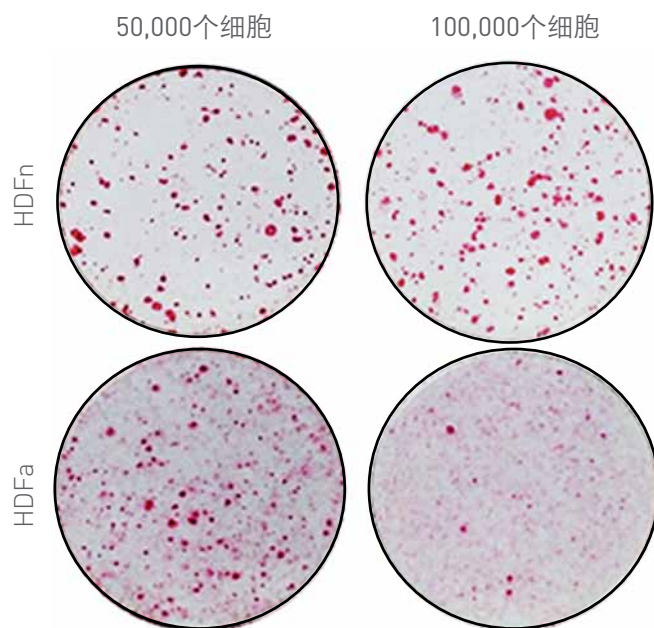

图8. 新生儿(HDFn)和成体(HDFa)人皮肤成纤维细胞重编程后获取的碱性磷酸酶阳性集落。
3. 第21天, 集落形态明显, 可供挑取用于进一步培养和扩增。数据示例如图8所示。